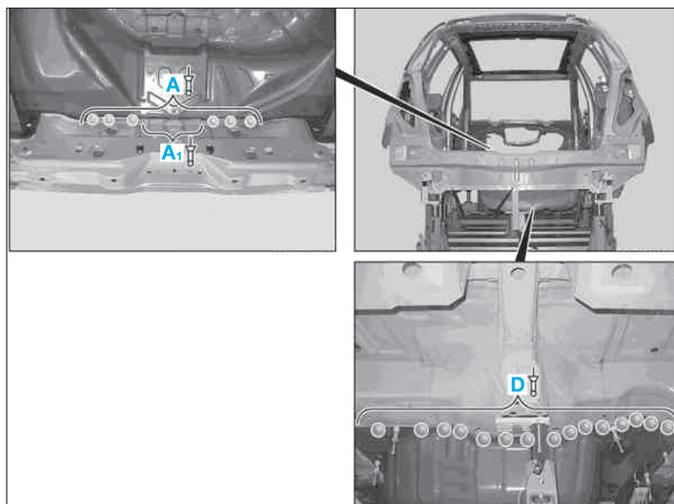

FIG. 128
- Souder le bac roue de secours, zone (B).
- Riveter le bac roue de secours (rivet Polygrip à tête plate, tête ronde de Ø 6,4 x 14 mm) dans les zones (A) et (D) (Fig.128).